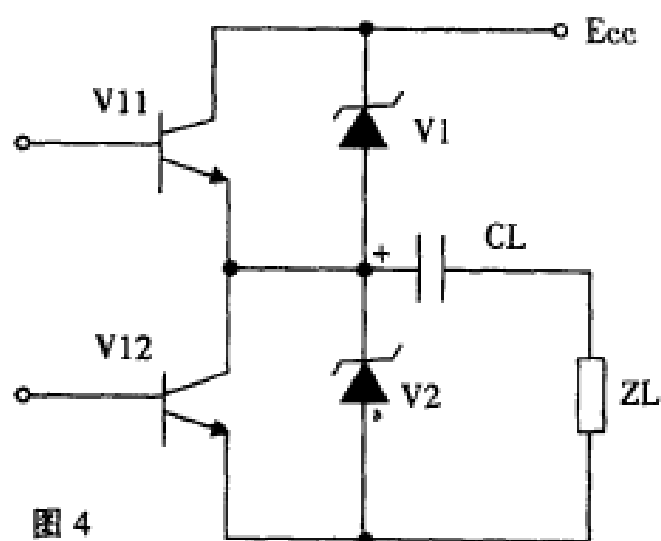

图 4
2.功放级晶体管保护:功率放大晶体管除在使用中必须注意环境温度及选用合适的散热器外,主要是考虑过电流和过电压保护问题,目前应用的集成电路都设有限流保护和热切断保护功能(如HA1350、HA2211、LM2879等),所以在自制功放时须注意过压保护,如图4所示。依靠R内(电源内阻)和V1、V2的击穿,使过电压不能升高而保护V1、V2。